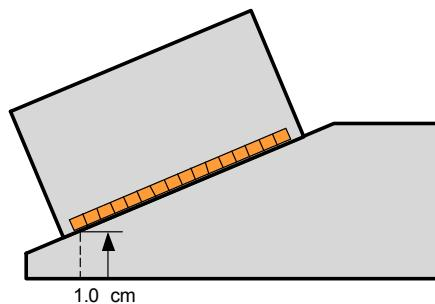

Рис. 4-9 Высота первого элемента
- f) Выберите **Высота** и введите высоту первого элемента (см. Рис. 4-9 на стр. 107).